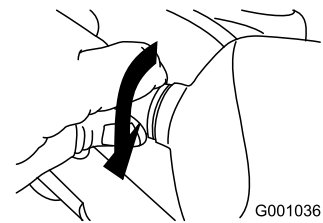

Bild 61
- Drehen Sie den Sockel der Glühbirne nach rechts, bis er fest sitzt (Bild 61).